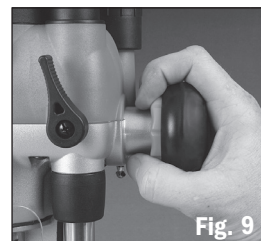

Fig. 9
2. Tirez la poignée d'armement vers l'intérieur de la poignée puis tournez la poignée pour hausser ou abaissez le fer. Relâchez la poignée d'armement à la profondeur requise, lui permettant de se dégager et de serrer le fer à la profondeur désirée **Fig 9**.